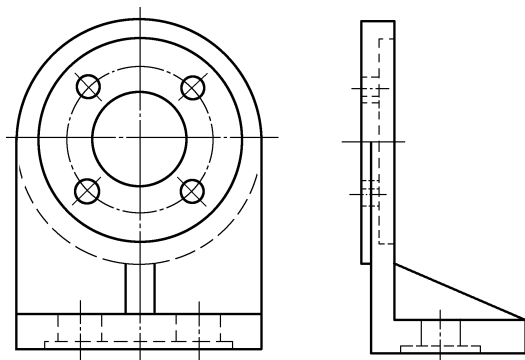

图 40
40. 将左视图（图 40）画成全剖视图（用几个相交的剖切面剖切）。